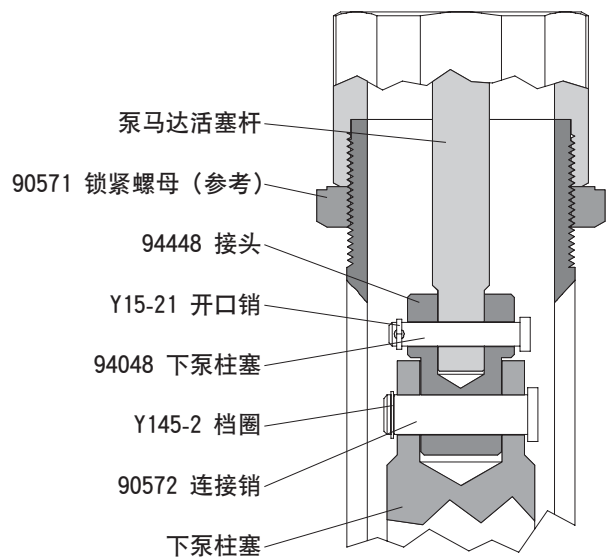

图 2
1. 松开(90571)锁紧螺母，将整台泵从气动马达上旋开。这将使(94448)接头露出 (见图2)。